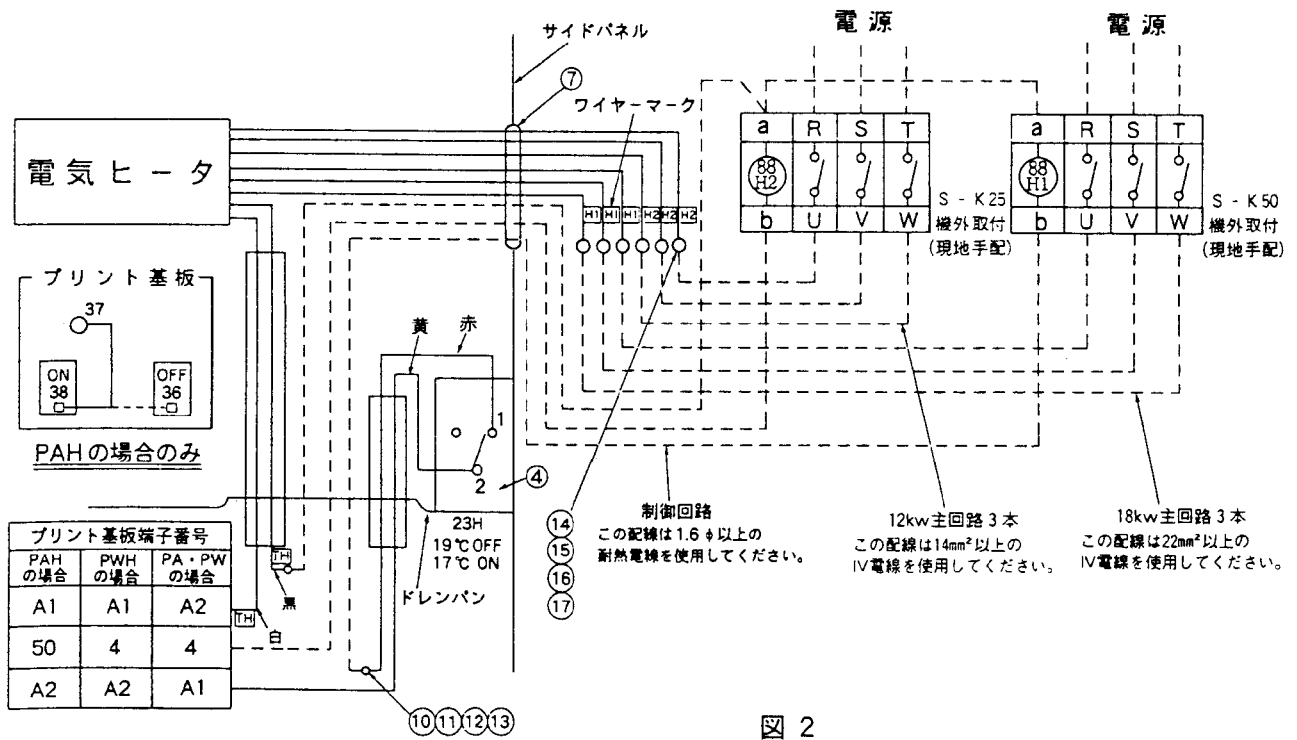

図 2
- (1). 図2のように配線してください。(破線は現地配線を示します。)
- (2). 現地配線との接続は, ネジ及びナット類 (主回路: 品番⑭⑮⑯⑰, 制御回路: 品番⑩⑪⑫⑬) で行ない, テープにて絶縁してください。
- (3). PAHの場合のみ, プリント基板上の36番に差し込んであるリード線を抜いて, 38番ファストタブに接続変更してください。